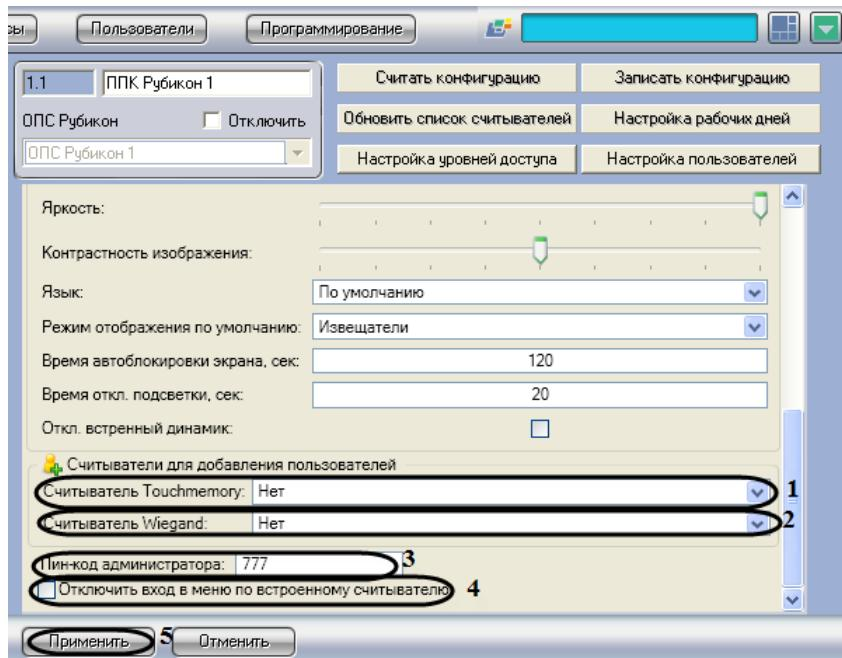

Рис. 3.3—4 Настройка считывателей для добавления пользователей
1. Перейти на панель настроек объекта **ППК Рубикон** (Рис. 3.3—4).
2. Из раскрывающегося списка **Считыватель Touchmemory**: необходимо выбрать считыватель, с которого будут присваиваться новые идентификаторы бесконтактных карт Touchmemory (см. Рис. 3.3—4, 1).
3. Из раскрывающегося списка **Считыватель Wiegand**: необходимо выбрать считыватель, с которого будут присваиваться новые идентификаторы бесконтактных карт Wiegand 26 (см. Рис. 3.3—4, 2).